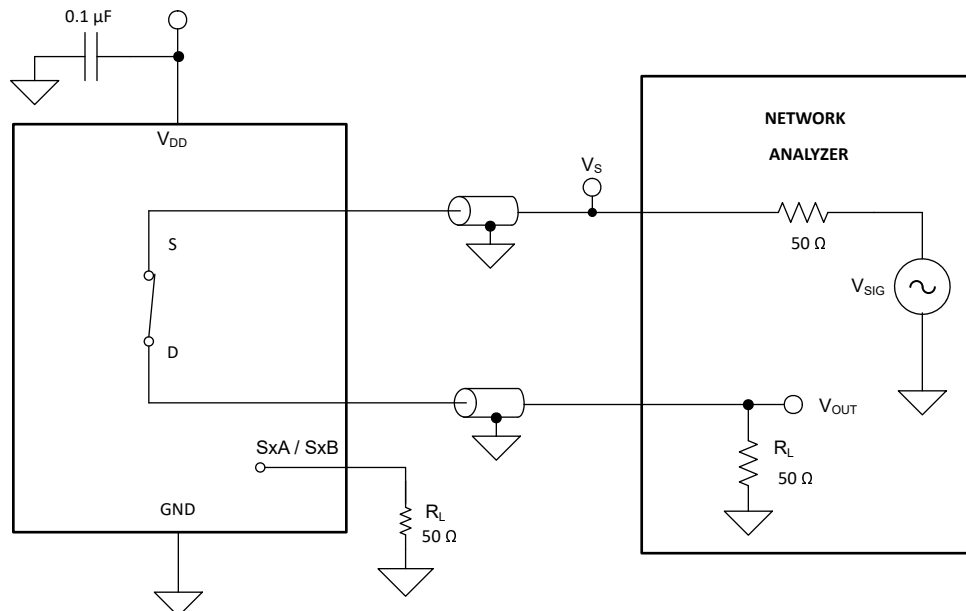

图 6-12. 带宽测量设置
带宽定义为当输入施加到开启通道的源极引脚 (Sx) 且输出在器件的漏极引脚 (D) 处测量时衰减小于 3dB 的频率范围。图 6-12 展示了用于测量带宽的设置。